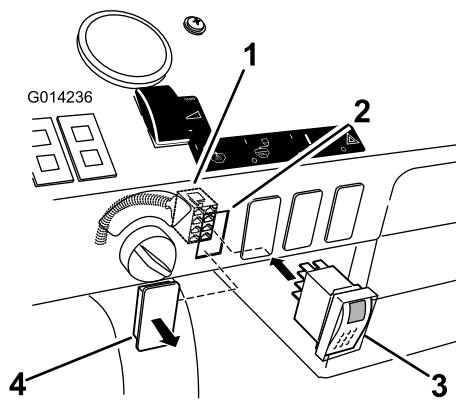

図 27
1. ダッシュボード上で、すすぎタンク用スイッチのプラグを探し出す (図 27)。イグニッション・キーのすぐ隣 (1 番目のプラグ (穴) がそれである)。
2. ダッシュボード上のプラグを外して穴にする (図 27)。
4. ボックス型コネクタにスイッチを取り付ける (図 27)。